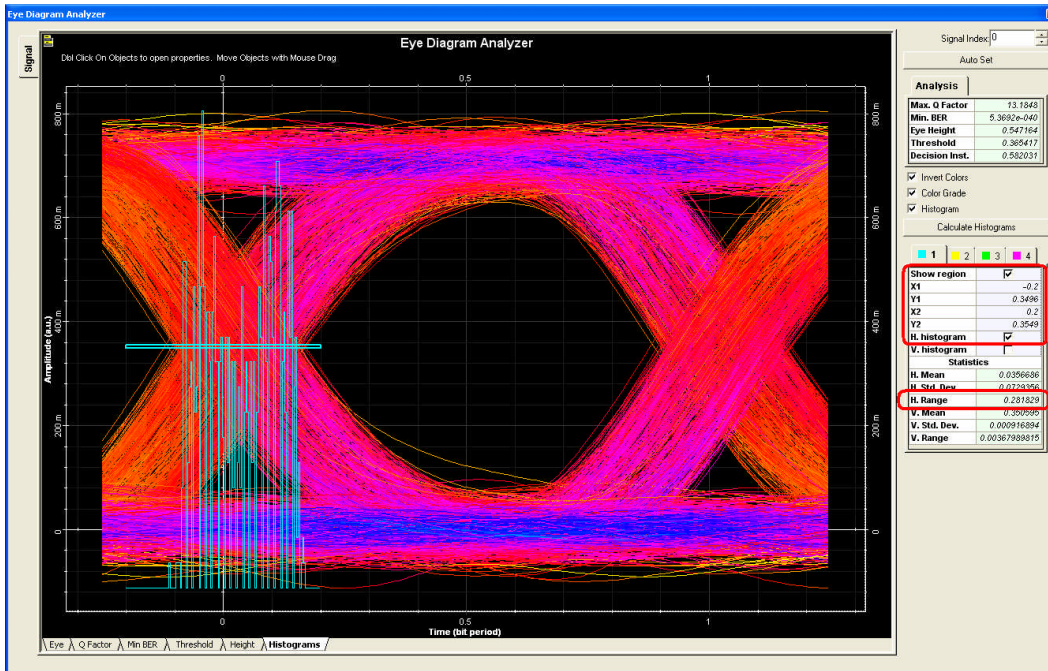

図 8 - Horizontal histogram plot
H. histogram を有効にし、*Calculate Histograms* をクリックすると、結果が表示されます(図 8)。